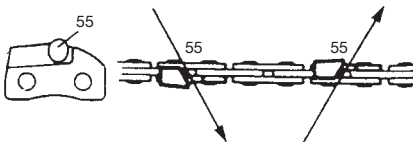

Fig. 42
Limar (55) la cuchilla en un lado de la cadena desde adentro hacia afuera. Limar sólo durante el desplazamiento hacia adelante. (Fig. 42)